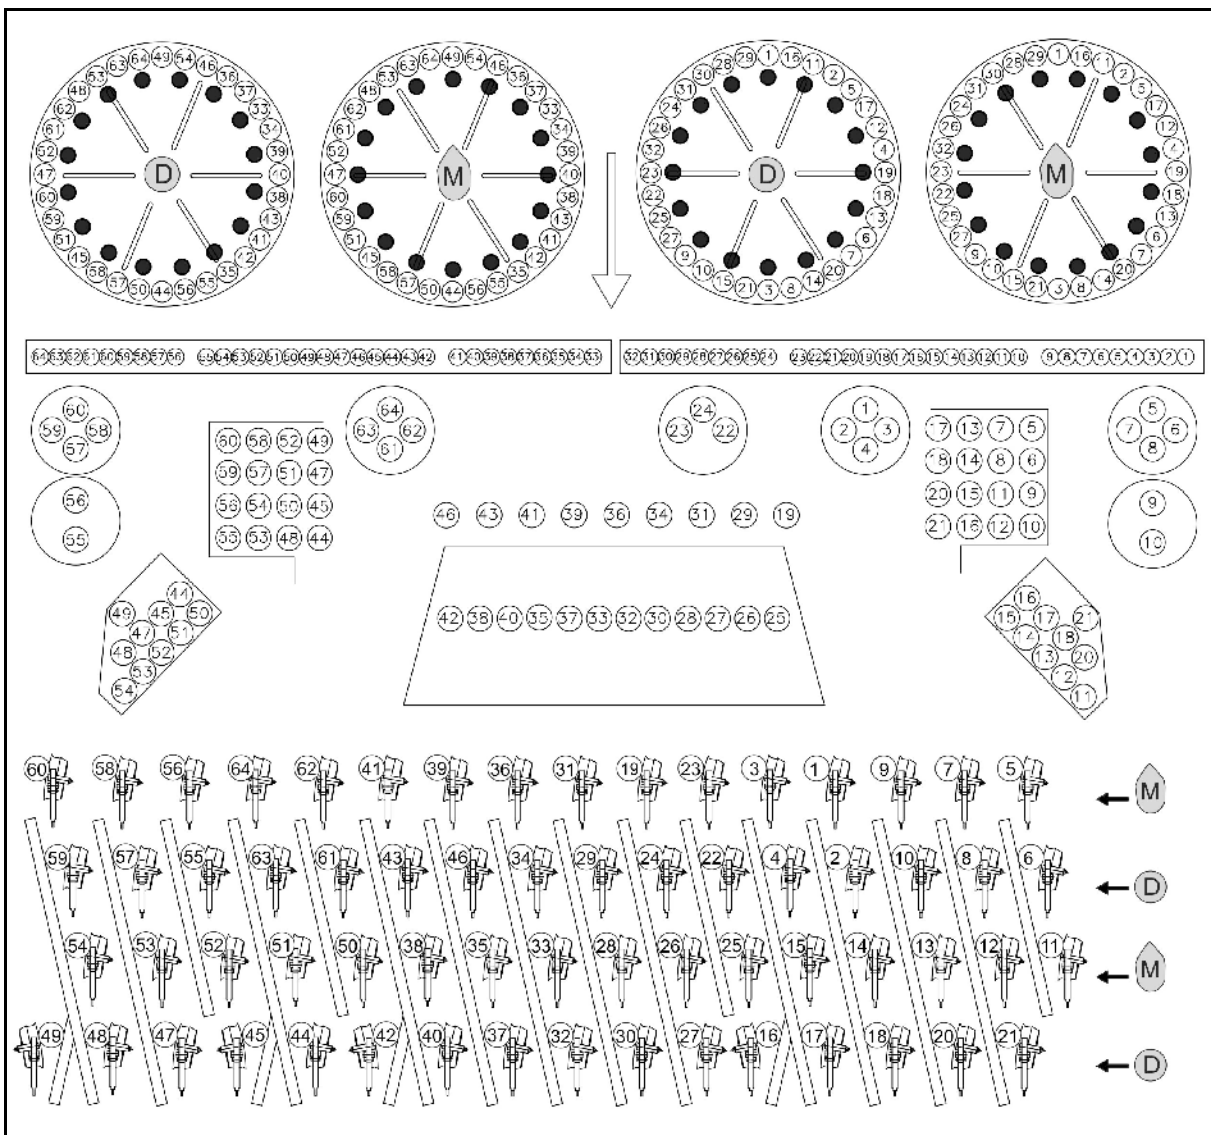

Рис. 36
- Кукуруза **M**: установите заглушки согласно Рис. 36.
- Удобрения **D**: установите заглушки согласно Рис. 36.